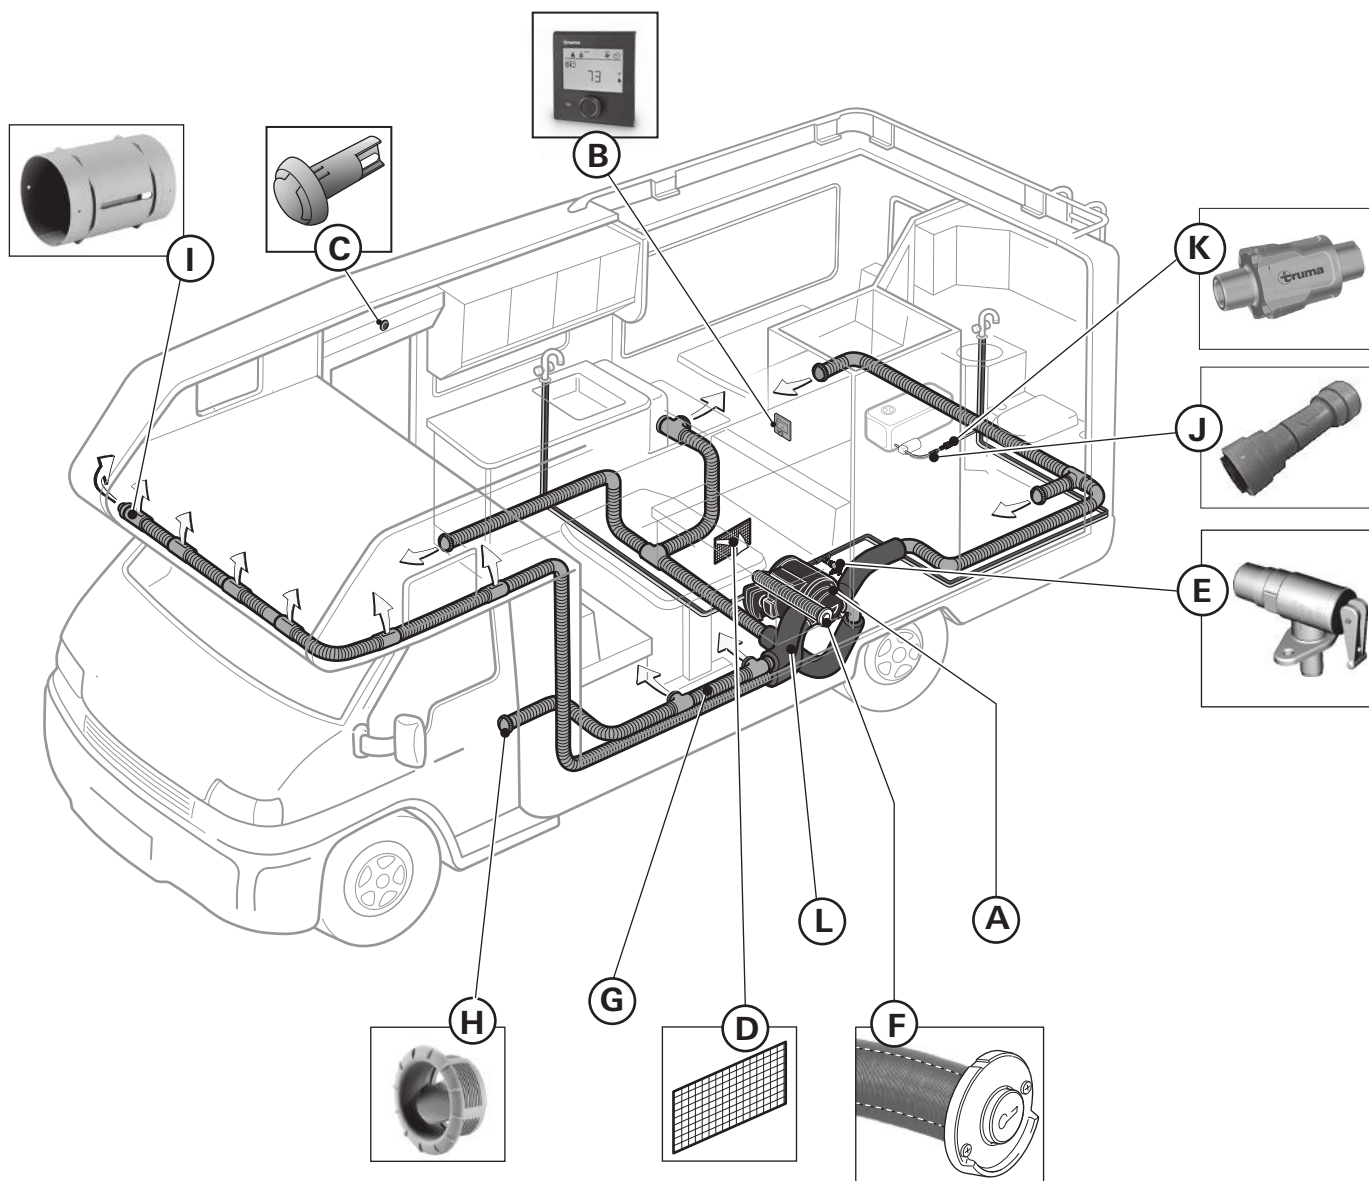
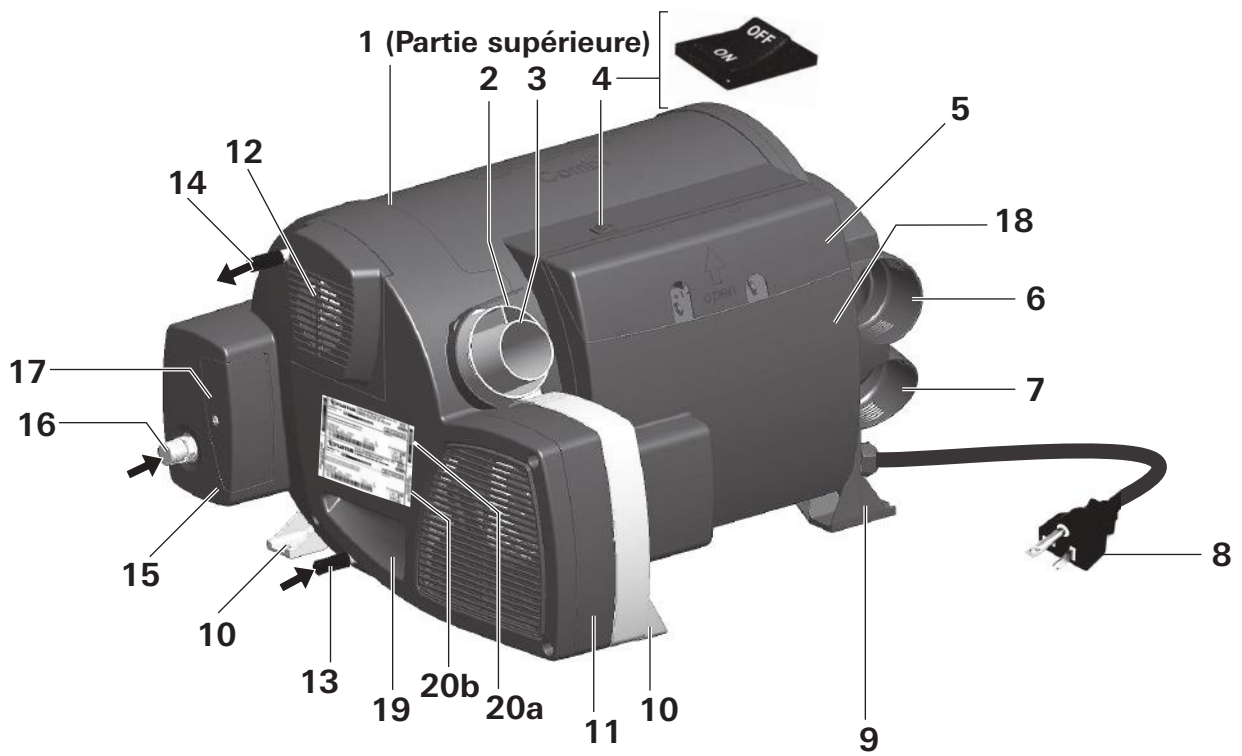

Fig. 1
Fig. 2
- Gardez l'avant des sorties d'air chaud (Fig. 1 – H) exempt de tout matériau combustible ou thermosensible. Ne placez pas d'objets dans les sorties d'air chaud.
- Afin d'éviter toute surchauffe du générateur d'air chaud Combi, assurez-vous que les prises d'air du générateur d'air chaud Combi (Fig. 2 – 11), les grilles d'aération de l'endroit où le générateur d'air chaud Combi est installé (Fig. 1 – D), et l'espace autour du générateur d'air chaud Combi sont bien dégagés.
- Gardez la cheminée latérale bien dégagée afin d'assurer une combustion propre. N'appuyez aucun objet contre la cheminée latérale (Fig. 1 – F).
- La température de l'air aux sorties d'air chaud peut atteindre 250 °F (121 °C). Vérifiez toujours la température de l'air avant de modifier le réglage du clapet à air (Fig. 1 – H).
- N'actionnez jamais le détendeur/soupape de vidange (Fig. 1 – E) tant que le générateur d'air chaud Combi est sous l'effet de la pression de l'eau ou encore très chaud.
Cet interrupteur (Fig. 2 – 4) coupe l'alimentation électrique à la soupape de sûreté pour le gaz, ainsi que l'alimentation en gaz du générateur d'air chaud. Pour vous assurer que l'alimentation en gaz du générateur d'air chaud a été coupée, réglez l'interrupteur à OFF (arrêt).